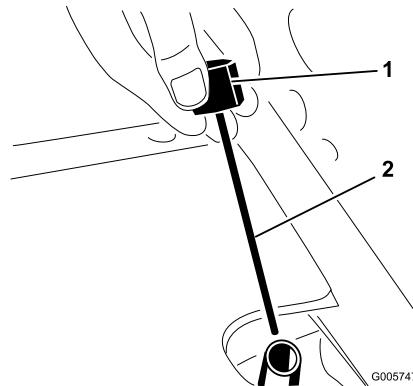

Figura 30
- Desaparafuse a vareta (Figura 30) do tubo de enchimento e limpe-a a com um pano limpo. Aparafuse novamente a vareta com a mão no tubo de enchimento. Retire a vareta e verifique o nível de fluido. Se o nível for inferior a 13 mm da ranhura da vareta (Figura 30), deverá adicionar óleo suficiente para elevar o nível de óleo até essa ranhura. O nível de óleo não deverá ultrapassar um 13 mm da ranhura.